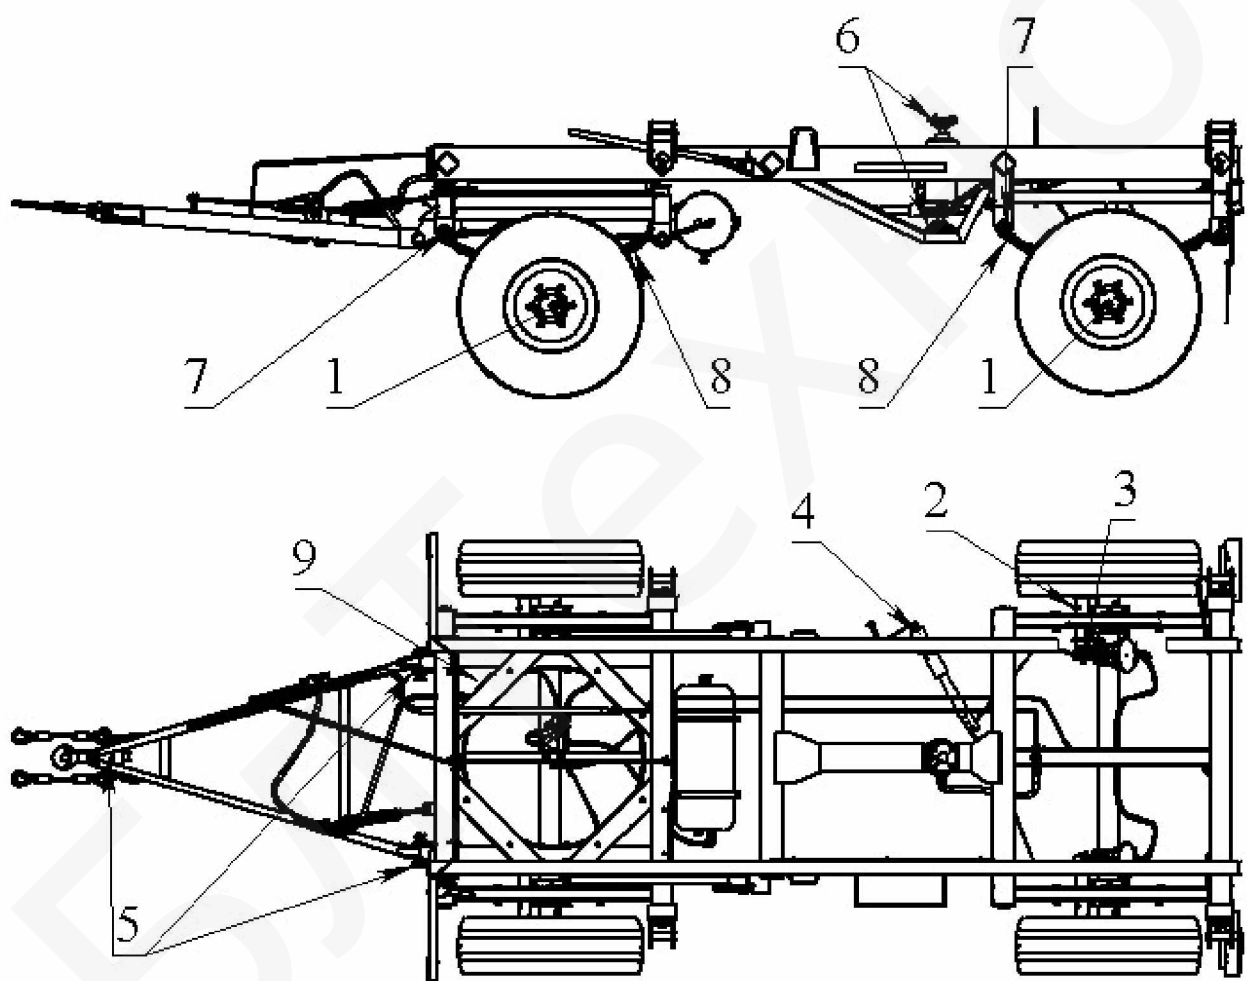

Рисунок 8.1 – Схема смазки
8.5 При проведении технического обслуживания и при снятии с хранения произвести смазку прицепа в соответствии со схемой смазки (рисунок 8.1) и картой смазки (таблица 5).